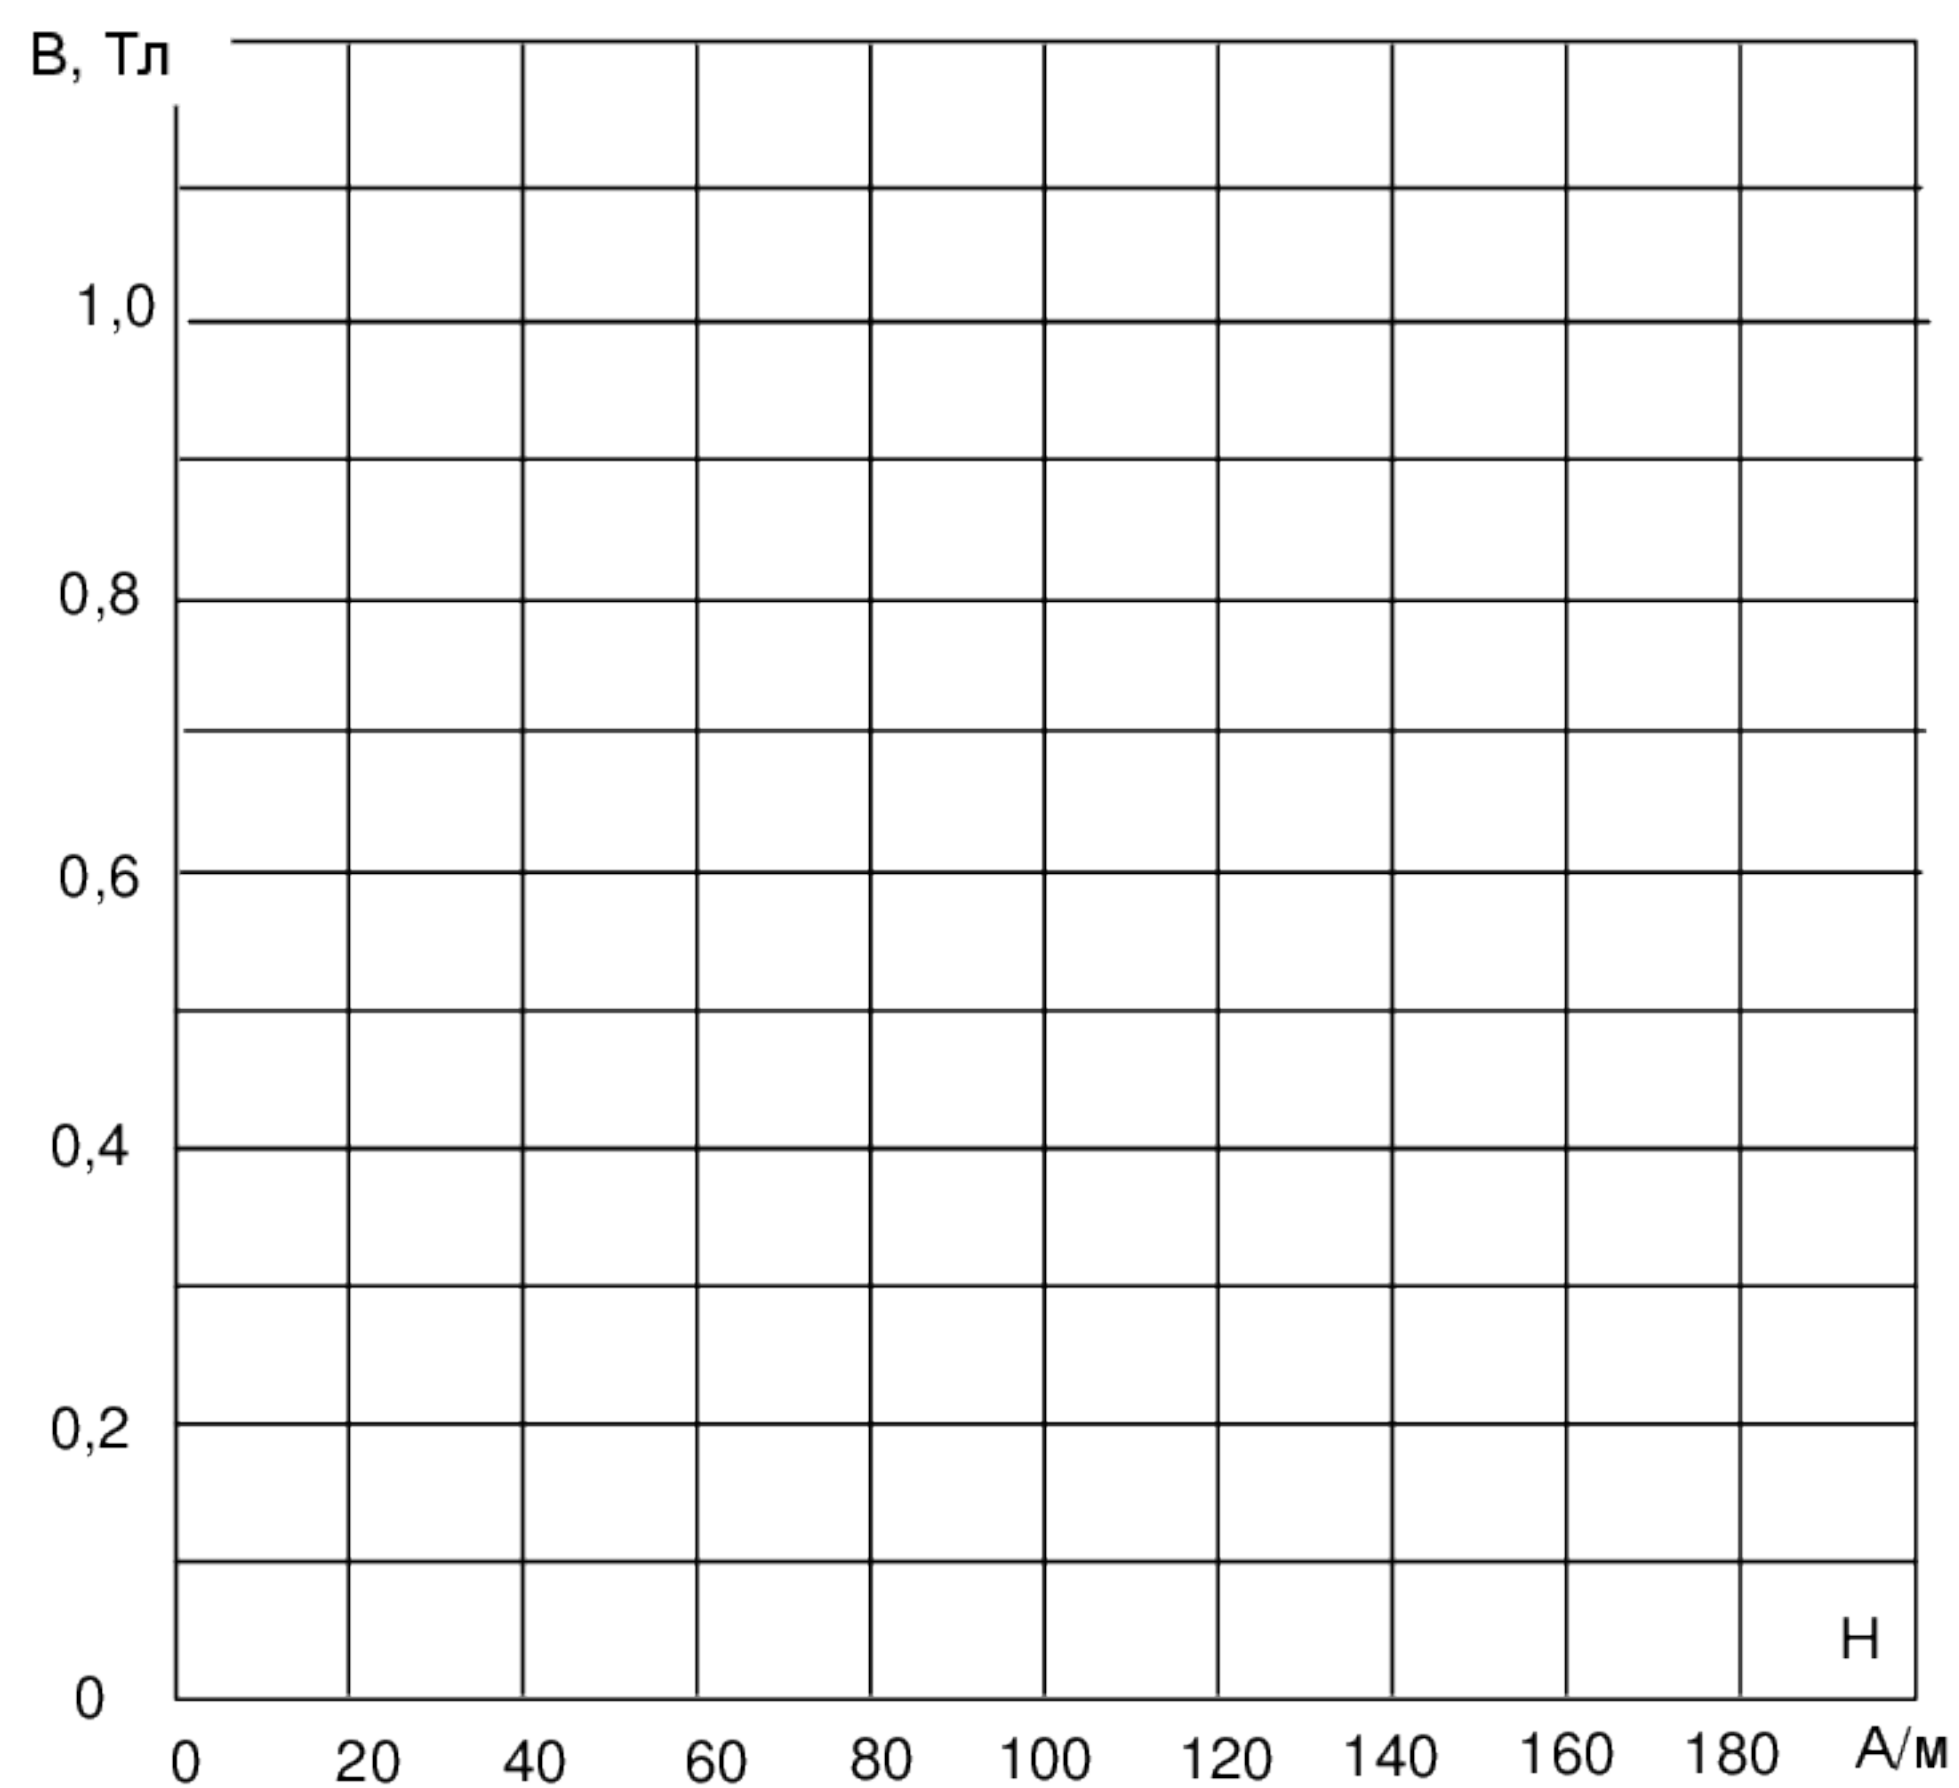

Рисунок 5.5
- На рис. 5.5. постройте график $m(H)$, относя каждое вычисленное значение m к среднему значению напряжённости: